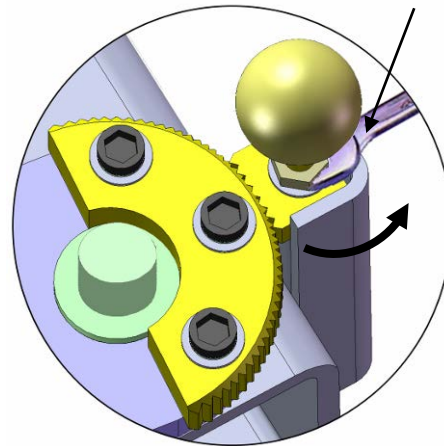

Рис. 31
2. Опустите лапы подъемника в нижнее положение и установите стопорные пластины. (**Рис. 31**).